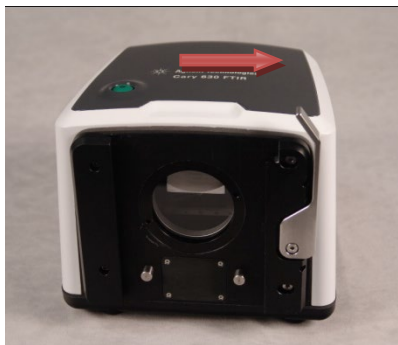

Figura 1 Presione la palanca de desenganche del motor del Cary 630 hacia fuera antes de deslizar el accesorio a su posición.
- 2 El accesorio debe deslizarse en el área empotrada o ensamblada en cola de milano. Esto se logra al hacer coincidir la cola de milano con la placa frontal y al deslizar de forma descendente (consulte la Figura 1).